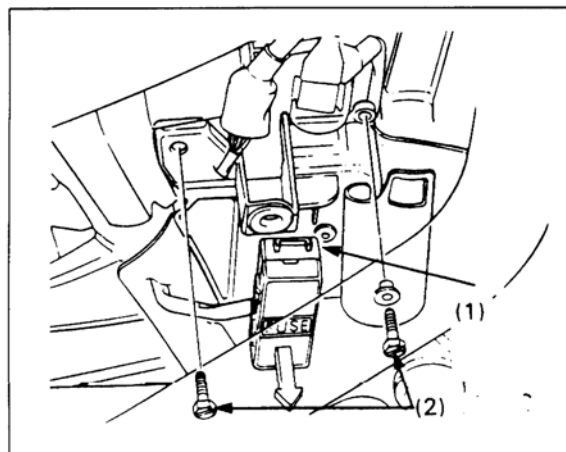

Bild 26
- Rechten und linken Seitendeckel abbauen, Sicherungskasten aus Batteriegehäusedeckel aushängen und Batteriegehäusedeckel nach Entfernen der Befestigungsschrauben abnehmen (Bild 26).